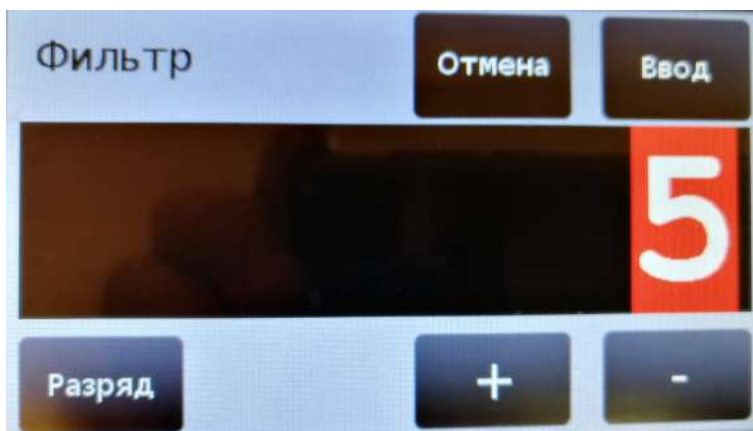

Рис. 8.2.2. Изменение величины цифрового фильтра.
8.2.2. В открывшемся окне проконтролируйте и, в случае необходимости, измените значение фильтра, см. рис. 8.2.2.